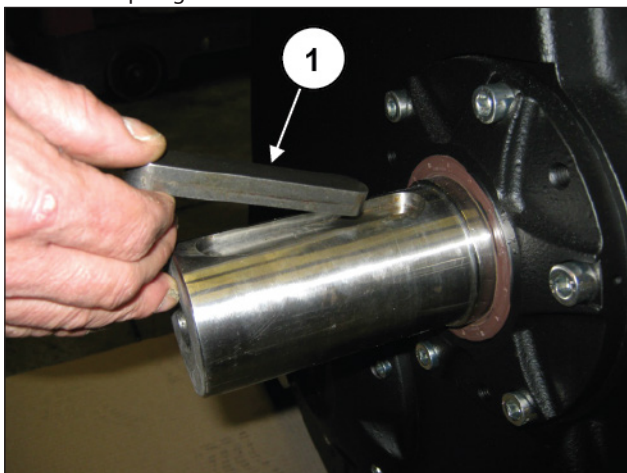

Fig. 144
Aplique a lingueta no eixo do PTO (pos. ①, Fig. 144).